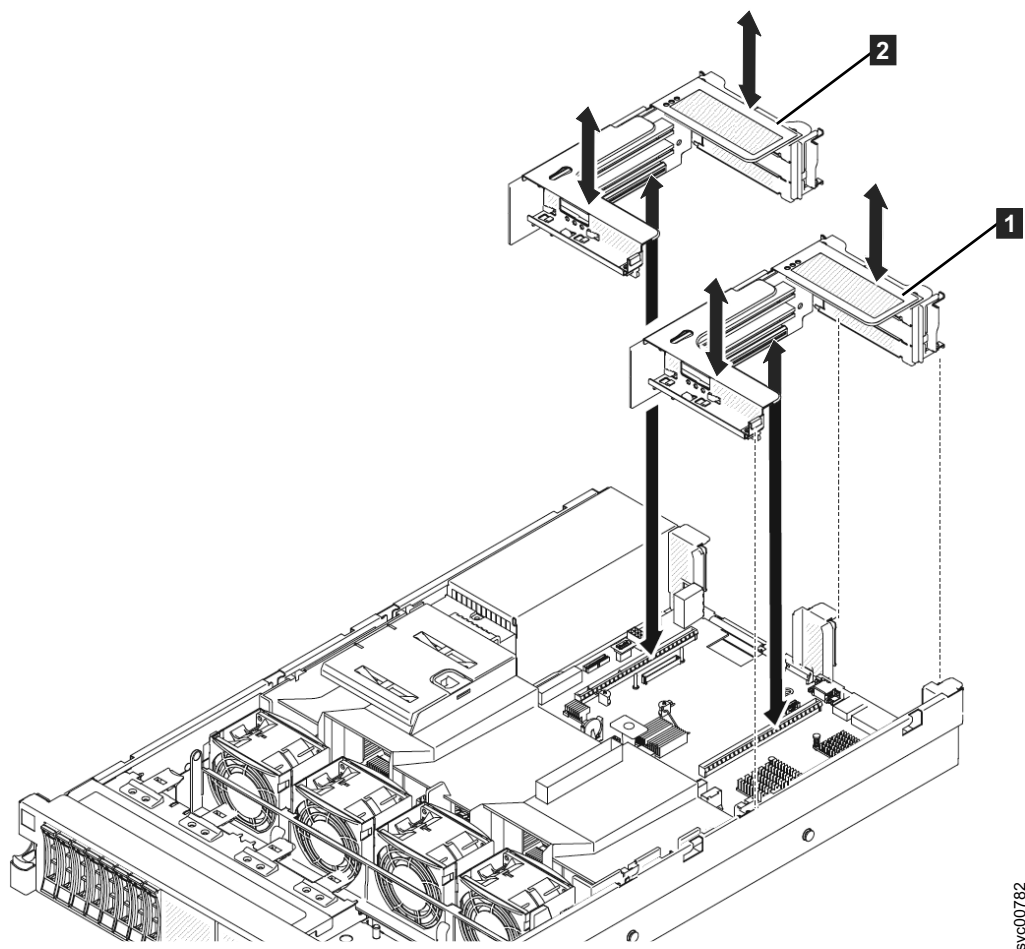

图 152. 装回 2145-DH8 PCI Express 转接卡组合件
- PCI 转接卡插槽 1 **1**（离电源较远的插槽）：您必须在插槽 1 中安装 PCI 转接卡组件。请参阅第 183 页的图 152。